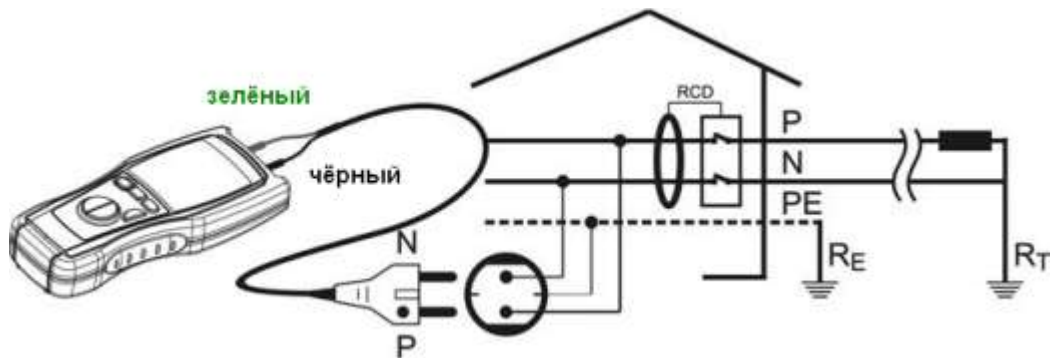

Рис.13: Схемы подключения прибора для измерения в режиме АВТОТЕСТИРОВАНИЕ (режим **AUTO**)
5. Подключите **зеленый** провод к защитному проводнику PE (земля) а **черный** провод – к фазовому проводу в точке отходящей от УЗО защищаемой цепи. Или же подключите прибор к электророзетке при помощи кабеля-переходника (shuko cable) (см. **рис. 13**).